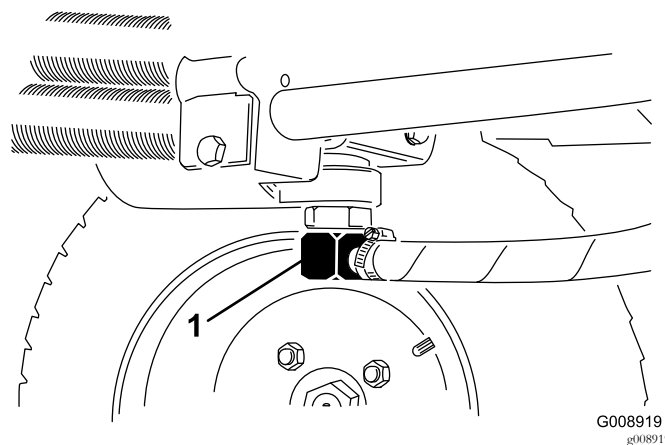
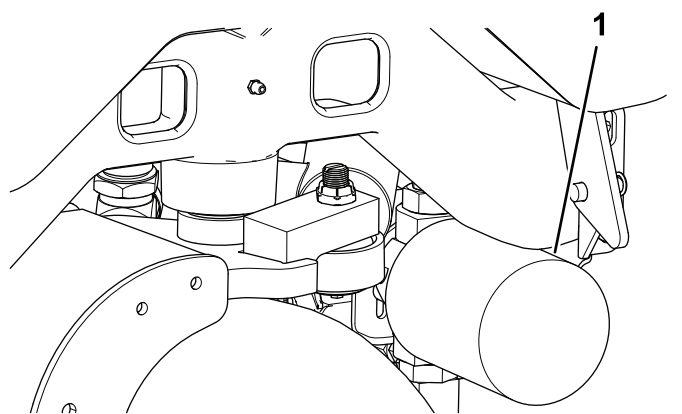

Figure 74
Figure 75
2. Débranchez la conduite hydraulique (Figure 74) ou enlevez le filtre hydraulique (Figure 75) et laissez couler l'huile dans un bac de vidange.
4. Placez un bac de vidange sous le filtre (Figure 75) et enlevez le filtre.